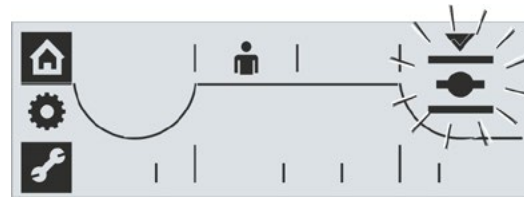

Fig. 4: Endeosisjon ÅPEN er valgt
4. Akseptere valgt lukkeretning: Trykk på dreiebryteren. Den valgte lukkeretningen lagres og displayet veksler til endeosisjonen for ÅPEN; ÅPEN-symbolet blinker (Fig. 4).
I dette eksemplet er endeosisjonen ÅPEN (Fig. 4).